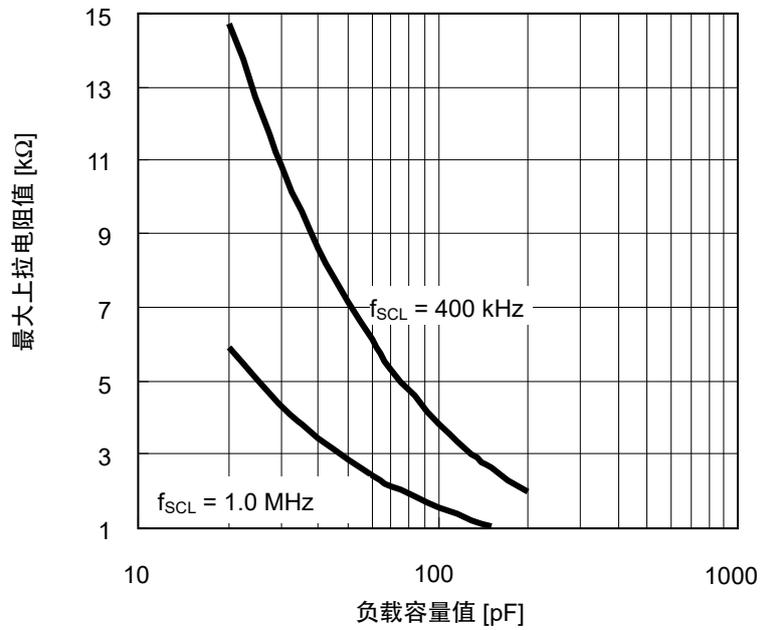

图10 输出负载
*1. 由于SDA端子的输出方式是N沟道开路漏极输出，所以SDA输出延迟时间由IC外部的负载电阻值、负载容量值来决定。输出负载的关系如图10所示。